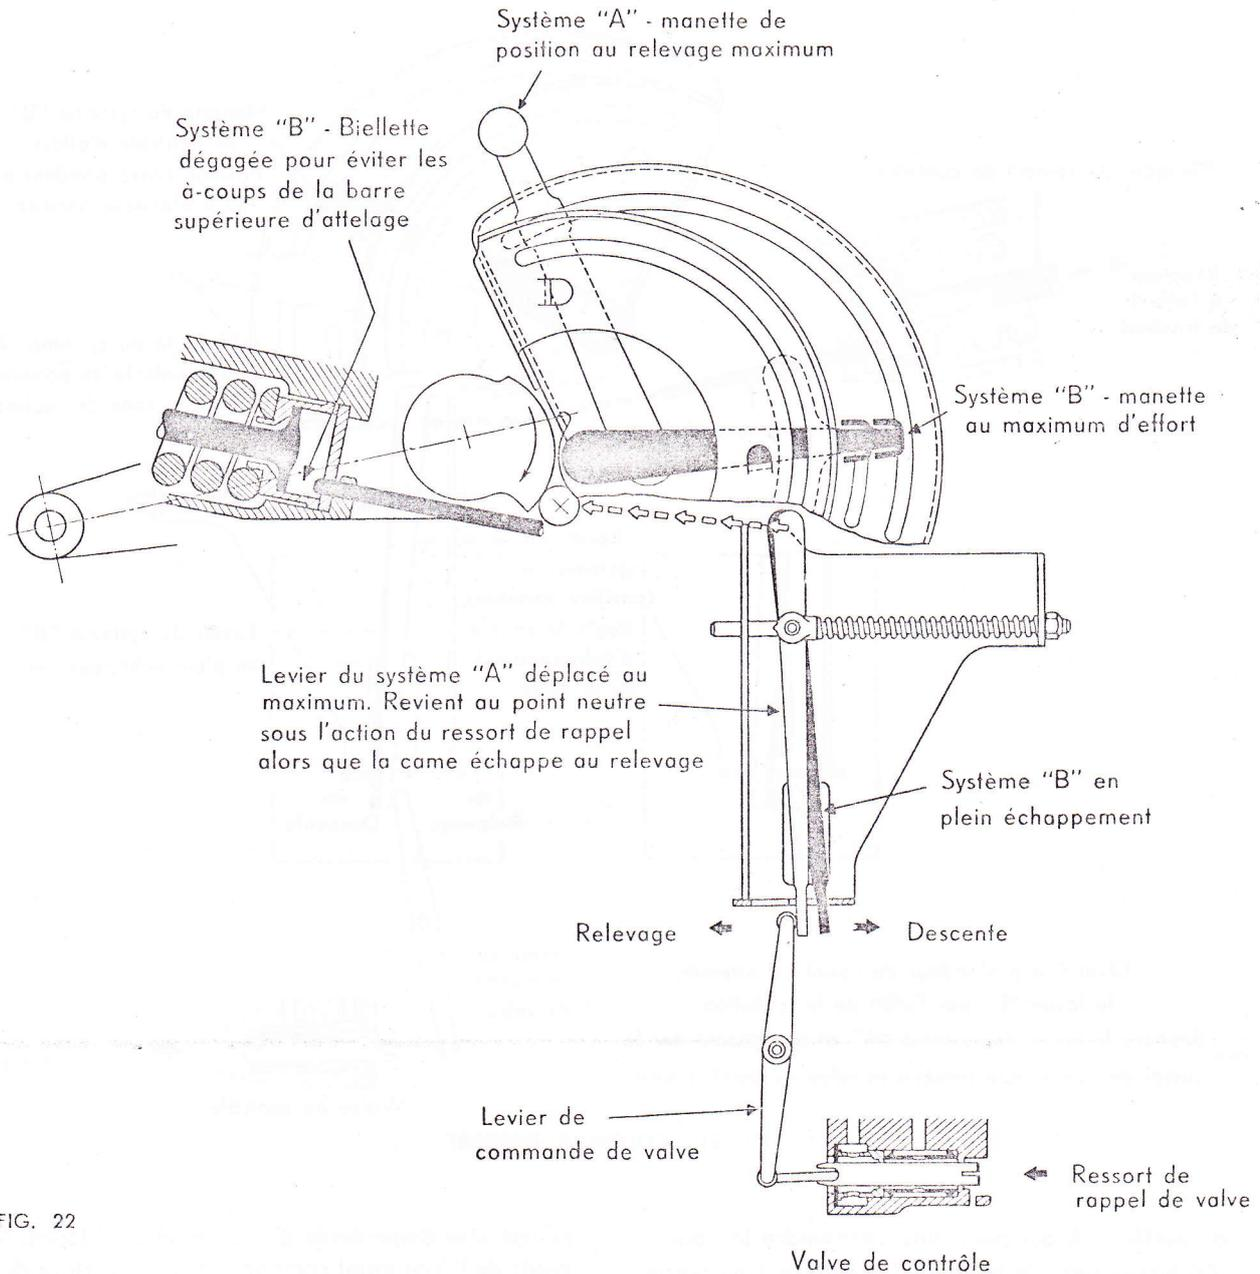

FIG. 22
2) TRANSPORT DES OUTILS (fig. 22).